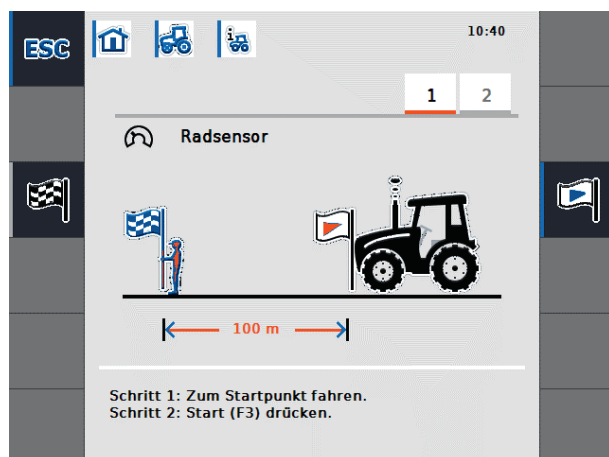

Figura 8-19: Calibratura - Partenza
- Avanzare fino al punto di partenza del percorso e premere il tasto funzione F3 "Bandiera di partenza" (cfr. Figura 8-19).